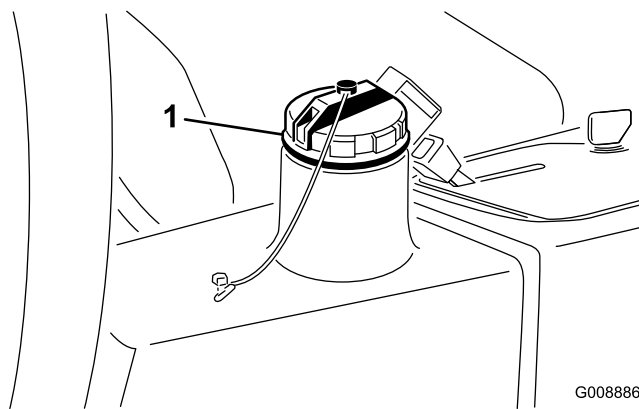

図 74
4. タンク (図 74) に油圧オイルを入れる。容量は約 13.2 リットル；油圧系統を点検する」を参照。